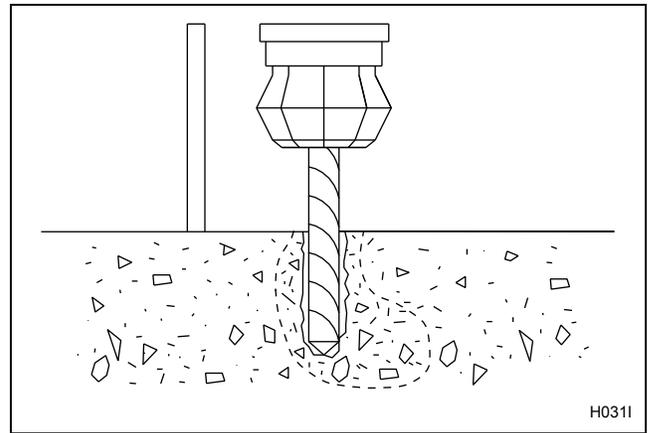

Figura 11
4. Perfore y cincele un agujero cónico suficientemente grande para que acepte el perno en J. Consulte la *Figura 11*.